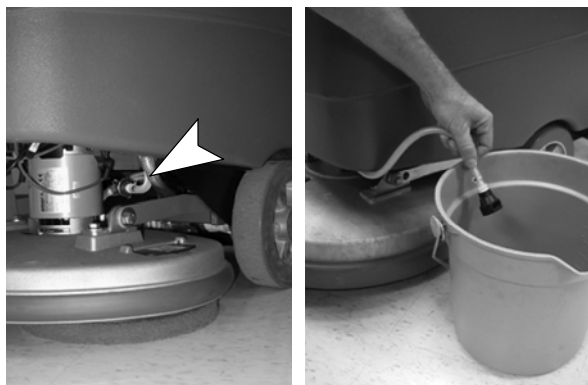

FIG. 67
3. Débranchez le connecteur noir fixé sur la tête de brossage et placez le tuyau dans un seau (Figure 67). Pour accéder au raccord du connecteur, il se peut que vous deviez retirer le capot avant de la machine.